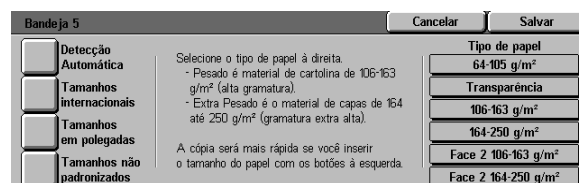

Figura 24: tela Bandeja 5
- 2 Toque no ícone **Bandeja 5** para exibir a tela Bandeja 5, Figura 24.